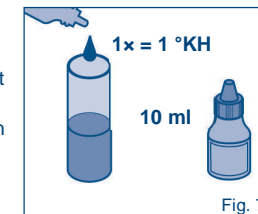

Fig. 7
- Pour connaître la dureté carbonatée de l'eau, il vous est possible de vous adresser au distributeur d'eau local ou de réaliser un test rapide (test en gouttes, fig. 7). Le tableau 1-3 du chapitre 10 indique le réglage bypass approprié et la capacité type du filtre en fonction de la dureté carbonatée et du type d'utilisation.